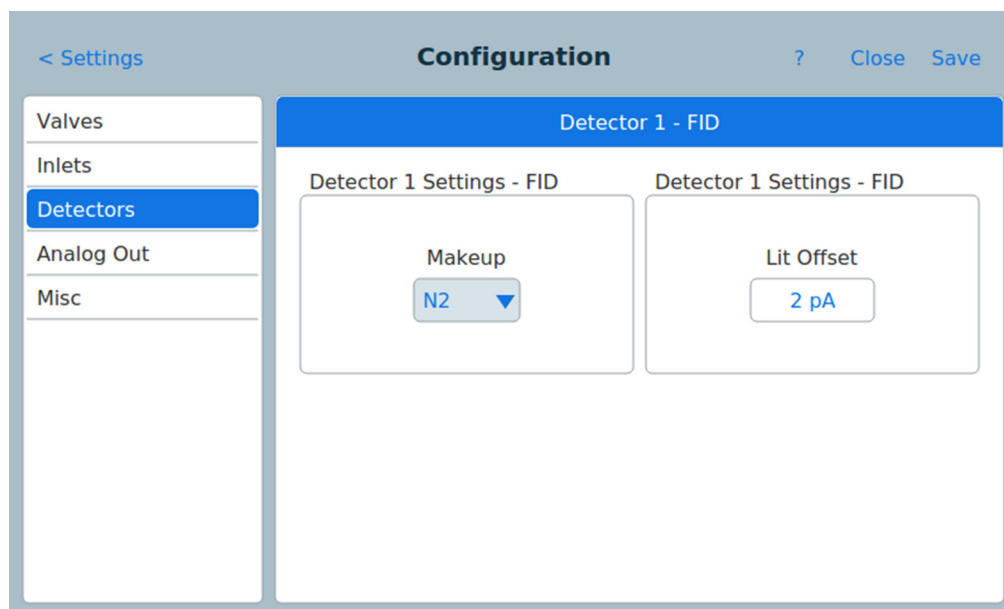

Figure 58 Page Détecteurs
- 3 Appuyez sur le type de dispositif **Détecteurs** dans la liste sur la gauche de l'écran. Les propriétés du type d'équipement sélectionné apparaissent sur le côté droit de l'écran. Voir Figure 58.